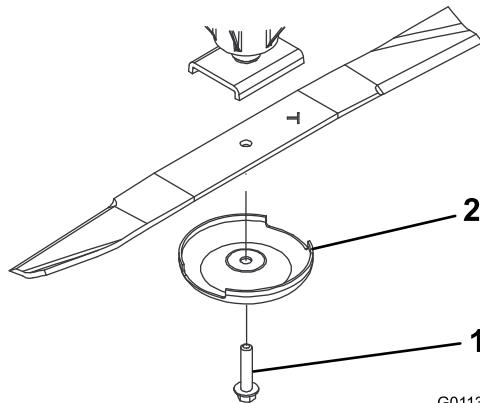

Figura 74
2. Afferrate l'estremità della lama con un cencio o un guanto bene imbottito. Togliete il bullone, la coppa antistrappo e la lama dall'asse del fusello (Figura 74).
3. Montate la lama, con la costa rivolta verso il piatto di taglio, con la coppa antistrappo e il bullone della lama (Figura 74).